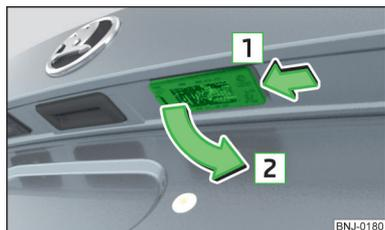

Abb. 216
- › Die Leuchte in Pfeilrichtung **1** » Abb. 216 eindrücken, bis diese gelöst ist.